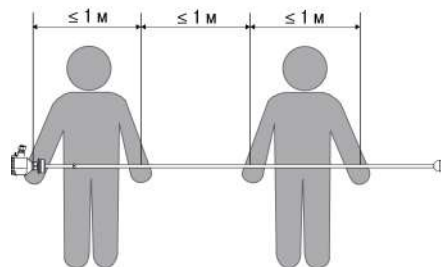

Рисунок 5.1 – Перемещение датчика длиной более 2 м
- датчик длиной более 2 м извлекать из упаковки и переносить два человека: одной рукой следует удерживать датчик за металлический корпус, а далее поддерживать трубку арматуры через каждый 1 м (см. *рисунок 5.1*).